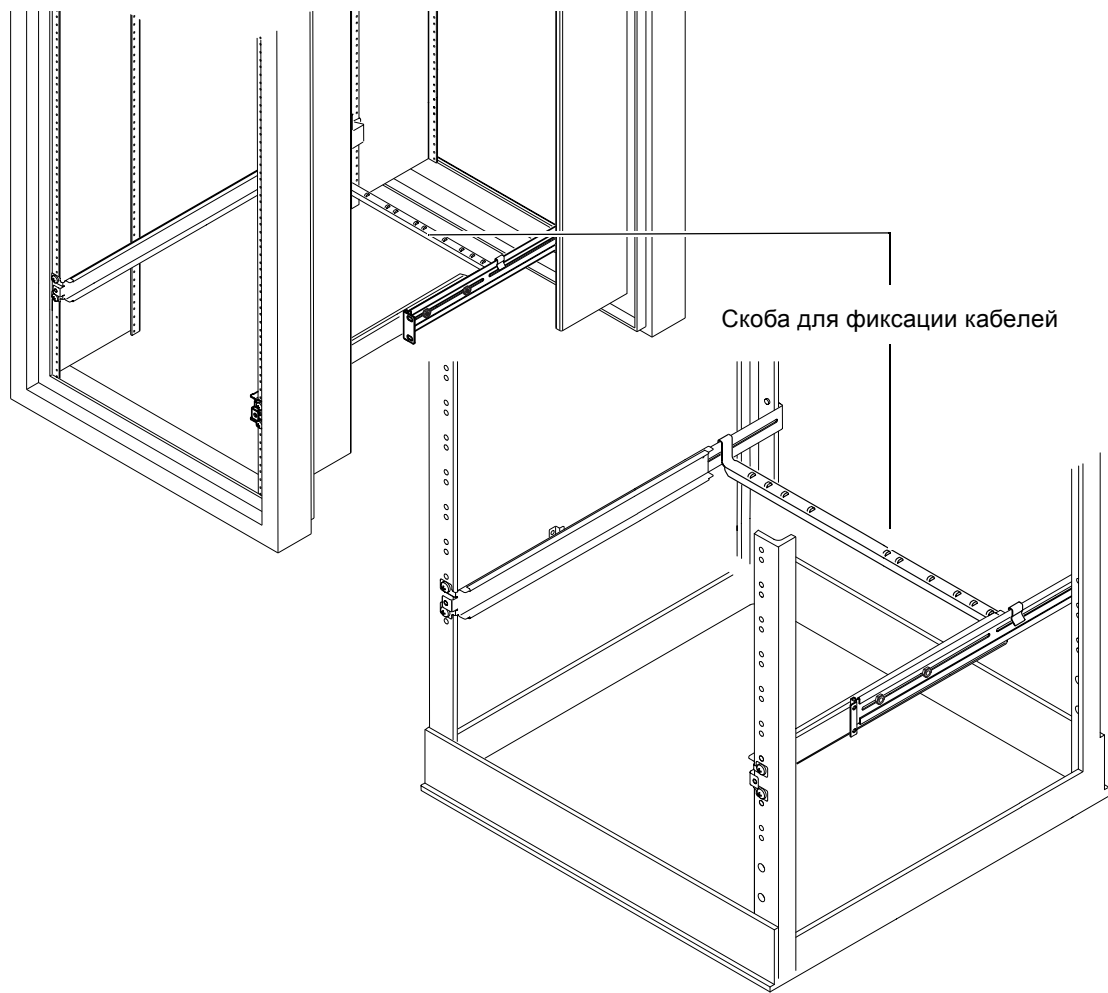

РИС. 5-9 Установка скобы для фиксации кабелей в стойку Sun StorEdge и в стандартную 19-дюймовую стойку
- Наденьте скобу на раздвижные держатели с задней стороны сервера (см. РИС. 5-9).